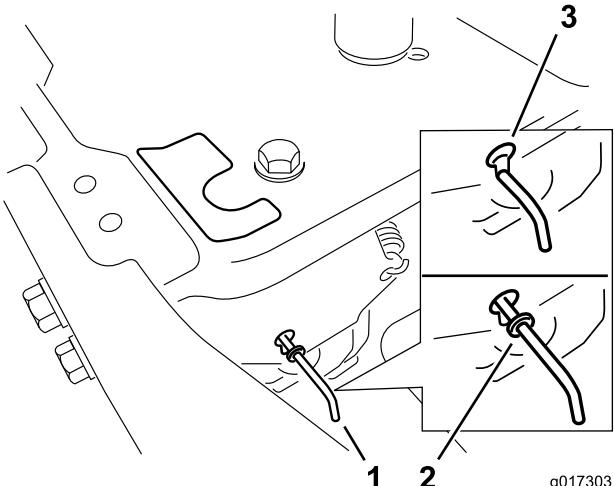

Figura 24
- Mueva las palancas de desvío hacia adelante a través del orificio y hacia abajo para bloquearlas en esa posición, según se muestra en Figura 24. Asegúrese de hacer lo mismo con cada palanca.
Mueva las palancas de desvío hacia atrás a través del orificio y hacia abajo para bloquearlas en esa posición, según se muestra en Figura 24. Asegúrese de hacer lo mismo con cada palanca.